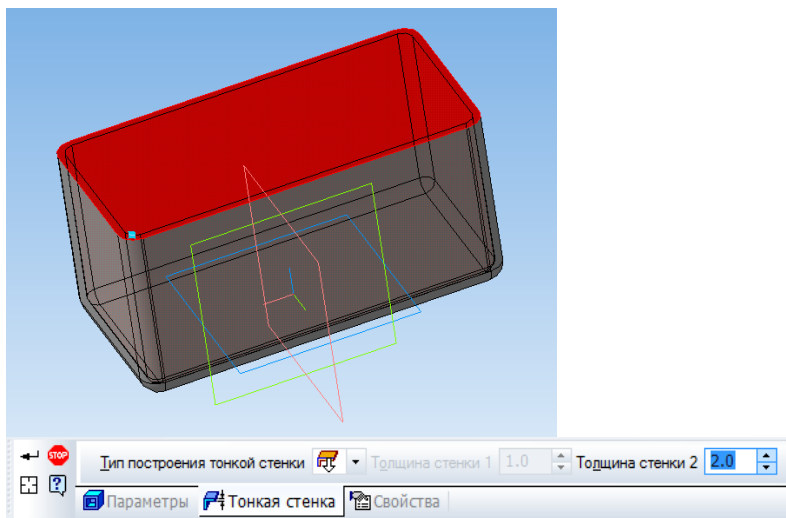

Рис. 2.7. Операция выполнения оболочки
5. Необходимо выполнить оболочку из данной детали толщиной 2 мм. Для этого кликнуть левой кнопкой на верхней грани и нажав кнопку *Оболочка* задать толщину тонкой стенки (рис. 2.7).